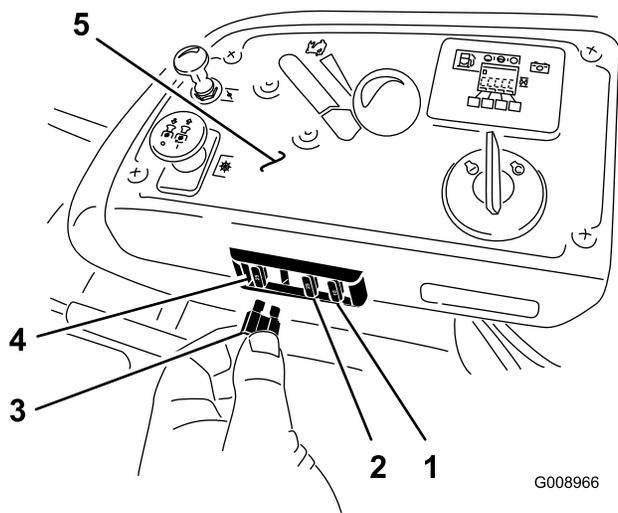

Рисунок 73
Предохранители расположены на консоли справа от сиденья (Рисунок 73).
2. Установите новый предохранитель (Рисунок 73).